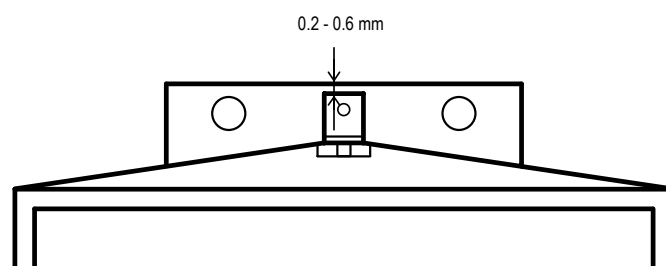

Fig. 2
*La tige hélicoïdale doit se situer 0.2 - 0.6 mm au-dessous de l'arrêt de la plaque de fixation (voir Fig. 2).*